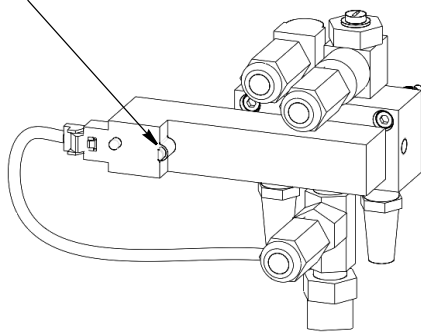

Figura 8
5. Carregue e liberte o botão de controlo manual na válvula de alimentação de ar localizada na parte de trás do terminador até o terminal estar posicionado sobre a bigorna. Consulte a Figura 8.